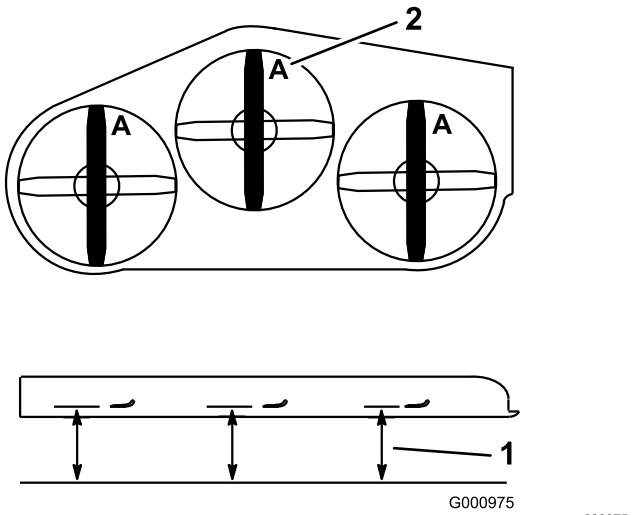

Figure 75
4. Mesurez la distance entre la surface plane et le tranchant (position A) des lames (Figure 75).